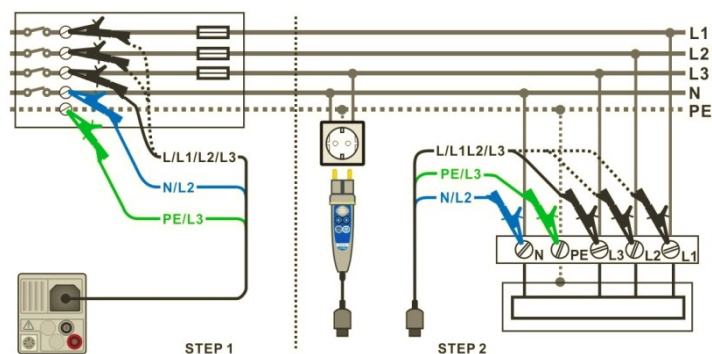

Abbildung 8.3: Aufbau für die automatische Prüffolge Verfahren für die automatische Messung
- › Schließen Sie die Prüfleitungen am Ausgangspunkt der elektrischen Anlage an, siehe *Abbildung 8.3 - Schritt 1*
- › Schließen Sie die Prüfleitungen am Prüfling an, siehe *Abbildung 8.3 - Schritt 2*